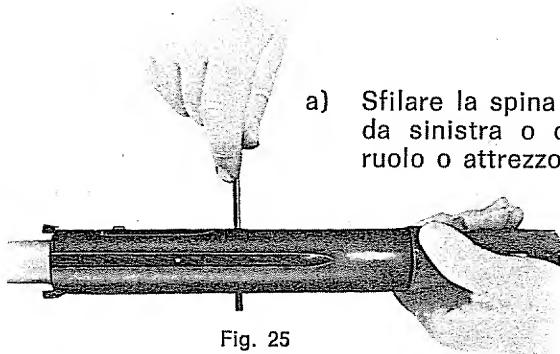

Fig. 25
- a) Sfilare la spina (tav. 2a - Q) spingendola da sinistra o da destra con un punteggiolo o attrezzo equivalente (fig. 25).
- a — with a punch push out trigger plate pin (Q - Table 2) from either end (fig. 25).
- a — avec un poinçon chasser la goupille du pontet, (table 2 - pièce Q) ce qui peut se faire d'un côté ou de l'autre (fig. 25)